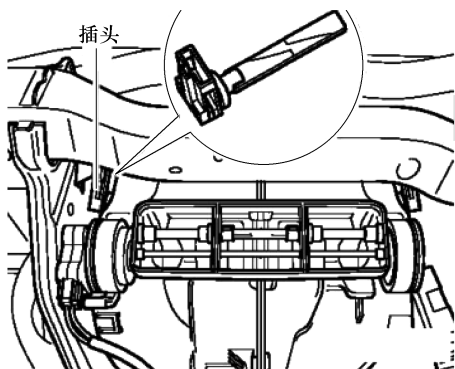

图 11-3-8 拆卸出风口温度传感器
- ① 拆卸仪表板。
- ② 脱开左侧脚部空间出风口温度传感器的插头, 如图 11-3-8 所示。
- ③ 将左侧脚部空间出风口温度传感器 G261 旋转 90° 并从外壳上拆下。
(7) 拆卸和安装蒸发器温度传感器 G308 或蒸发器出风口温度传感器 G263